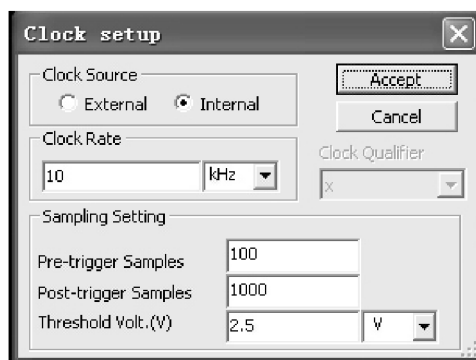

图 3-31 设置时钟脉冲对话框
(1) 读数指针数值显示区：移动读数指针上部的三角形可以读取波形的逻辑数据。其中 T1 和 T2 分别表示读数指针 1 和读数指针 2 相对于时间基线零点的时间，T2 - T1 表示两读数指针之间的时间差。
(2) Clock 区：利用 Clock/Div 条形框可以设置在显示屏上每个水平刻度显示的时钟脉冲数。单击 Set... 按钮，设置时钟脉冲，按该按钮后出现如图 3-31 所示的对话框。